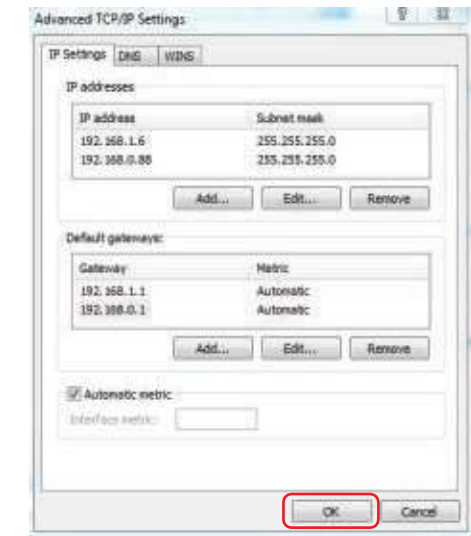

Fig. 6.12
- (6) Reveniți la “Advanced TCP/IP settings” și apăsați pe ”OK” (vezi Fig. 6.12).